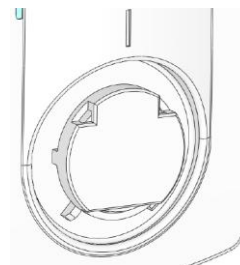

Fig. 1
4. Entfernen Sie den inneren Einsatz vom Stellknopf (Fig. 1)